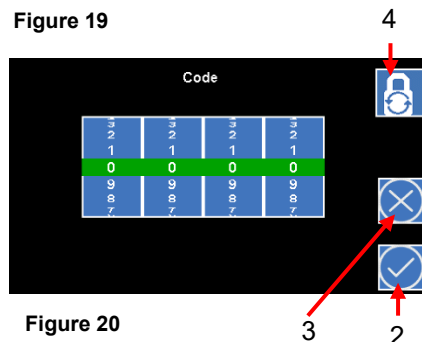

Figure 20
2e Réglez le code à l'aide des molettes (voir Figure 20).
2e Appuyez sur l'icône **Changer le mot de passe** (4) (voir Figure 20).